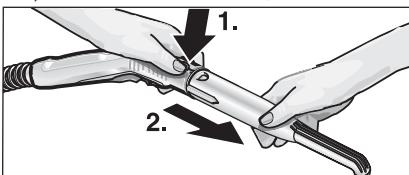

Fig. 5: Detașarea accesoriilor
- Pentru detașarea accesoriilor, apăsați butonul de dezavorare (C2 respectiv G3) și despărțiți părțile componente (vezi fig. 5).